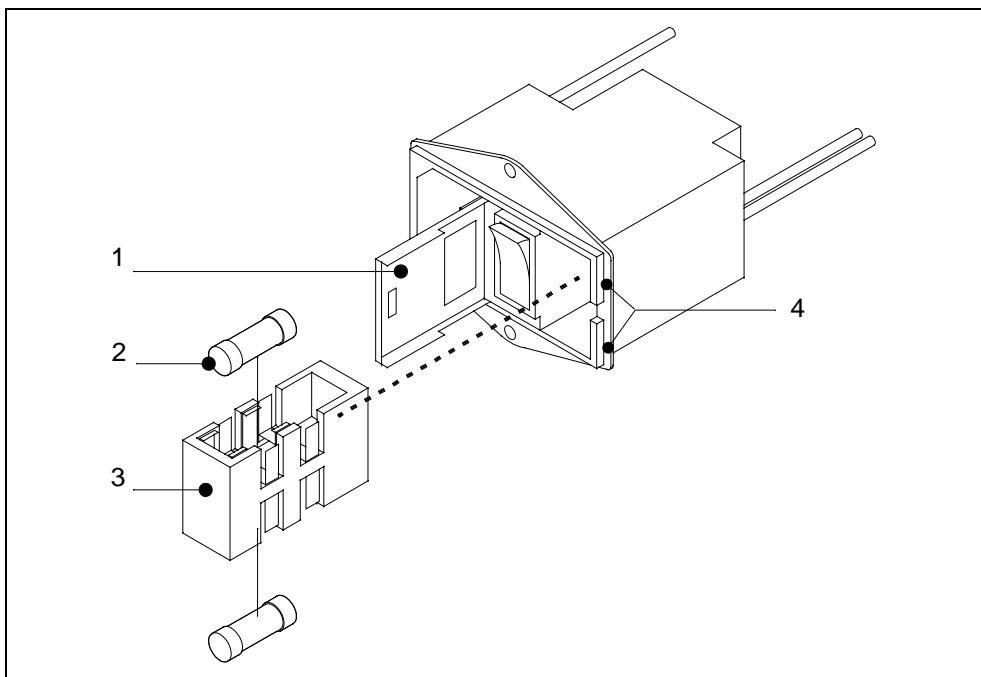

Abb. 7-5 Sicherungswechsel
- Zum Austausch der Hauptsicherungen öffnen Sie mit einem Schraubendreher die Abdeckklappe zum Sicherungseinsatz. Schraubenzieher hierzu in die entsprechende Nut einführen und Abdeckklappe öffnen. Siehe hierzu Abb. 7-5.